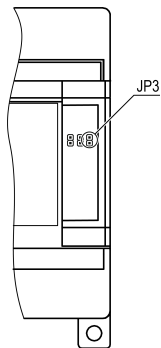

Рисунок 7.1 – Расположение перемычек
2. Снять крышку и установить перемычку на ХРЗ – крайние правые контакты (см. *рисунок 7.1*).